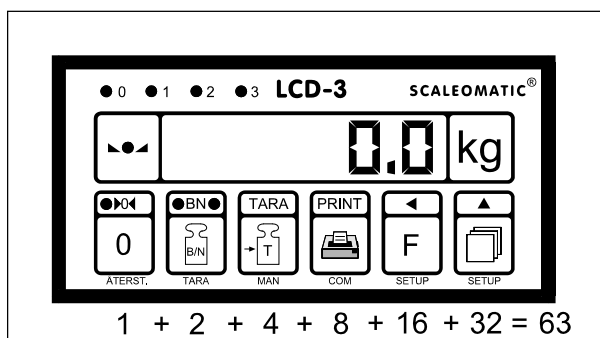

Bild 6.2.3 – Programmering av In0 och In1
In1 kan man t. ex. programmera ingångarna för att tarera vikten (TARA) och växla mellan bruttovikt och nettovikt (BN). Omkopplarna har ettvärde enligt bild 6.2.3.